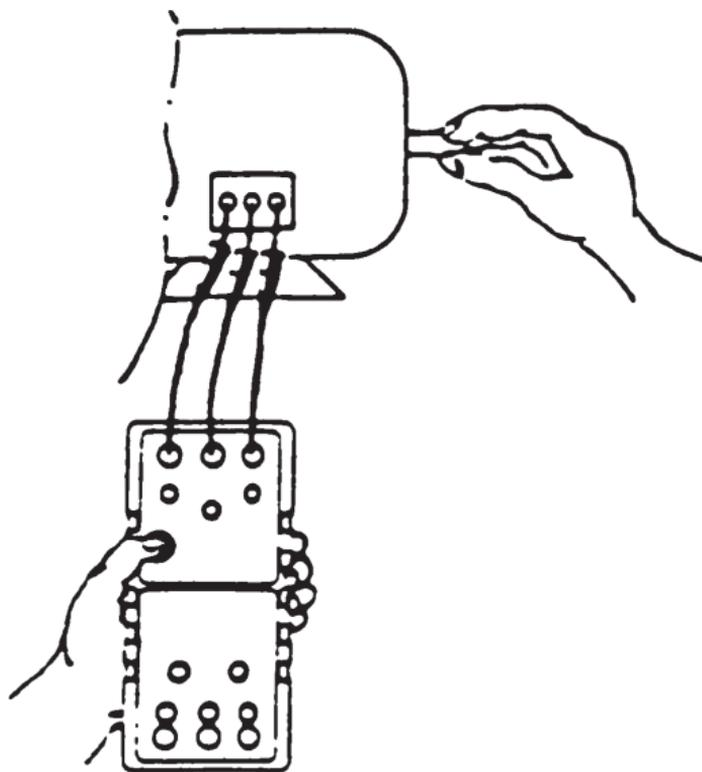

Figura 2
2. Conecte uma das extremidades das pontas de prova nos terminais L1-L2-L3 e a outra nos terminais de entrada do motor. Pressione o botão de teste (de acordo com a Figura 2). O LED indicador POWER deverá acender. Se os LEDs indicadores vermelho acenderem antes do eixo ser movido, significa que existe tensão nos pontos. Então, imediatamente retire as pontas de prova e desligue a tensão externa.